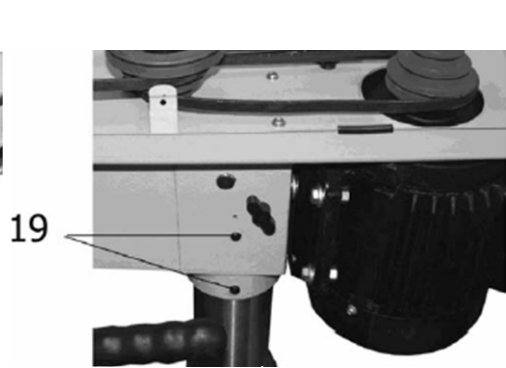

Рис. 4
9.8. Аккуратно установите на колонну (2) шпиндельную головку станка (8), Рис.2, предварительно ослабив винты фиксации (19), Рис.4 . Поворачивая шпиндельную головку (8) на колонне (2), Рис.2, убедитесь, что она села до упора. Затяните винты фиксации (19), Рис.4 .